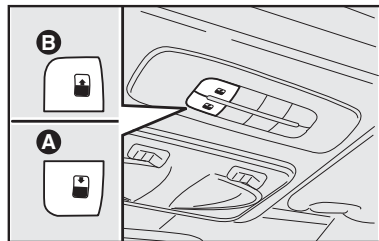

fig. 81
O funcionamento do teto solar apenas ocorre com a chave de ignição na posição **MAR**. Os comandos **A** e **B-fig. 81** próximos da luz interna dianteira comandam as funções de abertura/fechamento do teto solar.
Pressionar o botão **B-fig. 81** e mantê-lo pressionado, o painel de vidro do teto solar ficará na posição “spoiler”. Pressionar novamente o botão **B-fig. 81** e, agindo no comando por mais de meio segundo, se inicia o movimento do vidro do teto, que prossegue automaticamente até o fim de curso. O vidro do teto pode ser bloqueado numa posição intermediária agindo novamente no botão.
A partir da posição de abertura completa, pressionar o botão **A-fig. 81** e, atuando no botão por mais de meio segundo, o vidro dianteiro do teto ficará automaticamente na posição “spoiler”. Pressionar novamente o botão **A-fig. 81** e mantê-lo pressionado até o
- pressionar o botão **A-fig. 81** para fazer com que o teto, a impulsos, se feche totalmente;